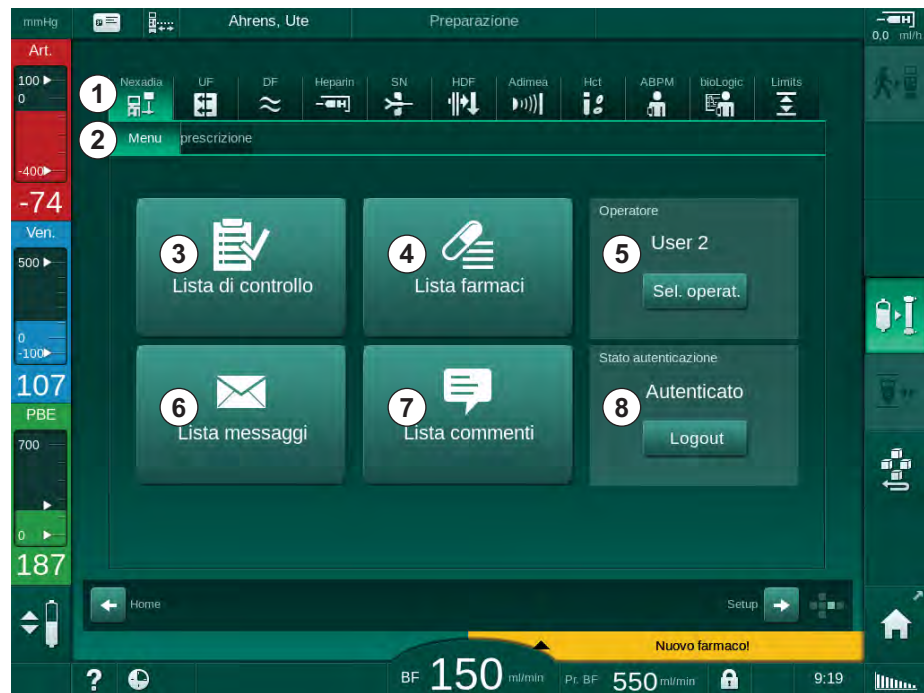

Fig. 11-30 Menu Nexadia nella videata *Dati terapia*
Con Nexadia, l'apparecchiatura è in grado di inviare e/o ricevere informazione (ad es. messaggi, commenti e liste) tra apparecchiatura e server dati. E' inoltre possibile selezionare l'operatore. È possibile gestire queste opzioni nel menu Nexadia. Questo menu si apre toccando l'icona *Nexadia* (Fig. 11-30 , ① ) e il tasto *Menu* ② della videata *Dati terapia*.